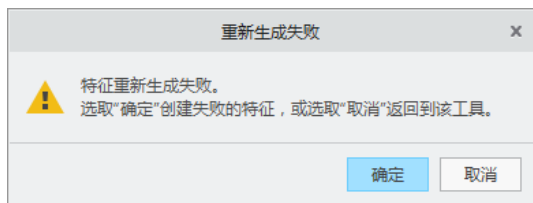
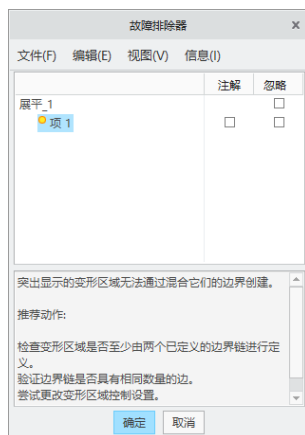

图 3-9 “重新生成失败”对话框
图 3-10 “故障排除器”对话框
(4) 在“展平”选项卡中单击  (完成) 按钮, 系统弹出图 3-9 所示的“重新生成失败”对话框, 从中单击“取消”按钮, 返回到“展平”选项卡, 系统弹出图 3-10 所示的“故障排除器”对话框。